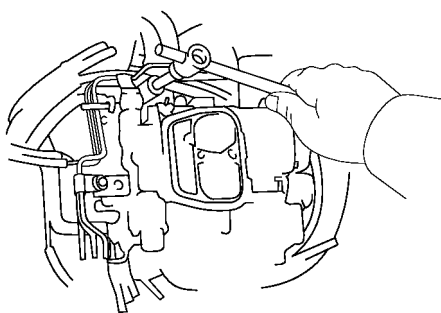

图 2-45 联接软管
(2) 联接软管。连接排气污染控制软管和管子, 燃油进口和外部通气软管, 如图 2-45 所示。
(3) 联接化油器的各部件。化油器的接插件、加速器钢索和进气接头等。
(4) 注入冷却液。